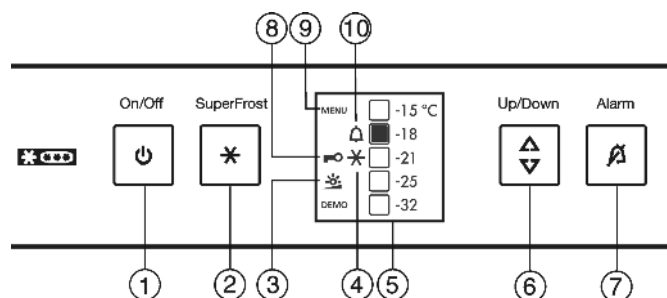

Fig. 3
- Le symbole SuperFrost Fig. 3 (4) et l'affichage de température clignent.